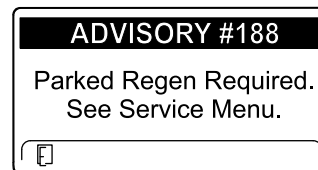

Figure 56
- ADVISORY #188 (avis n° 188), demande de régénération en stationnement (Figure 56)